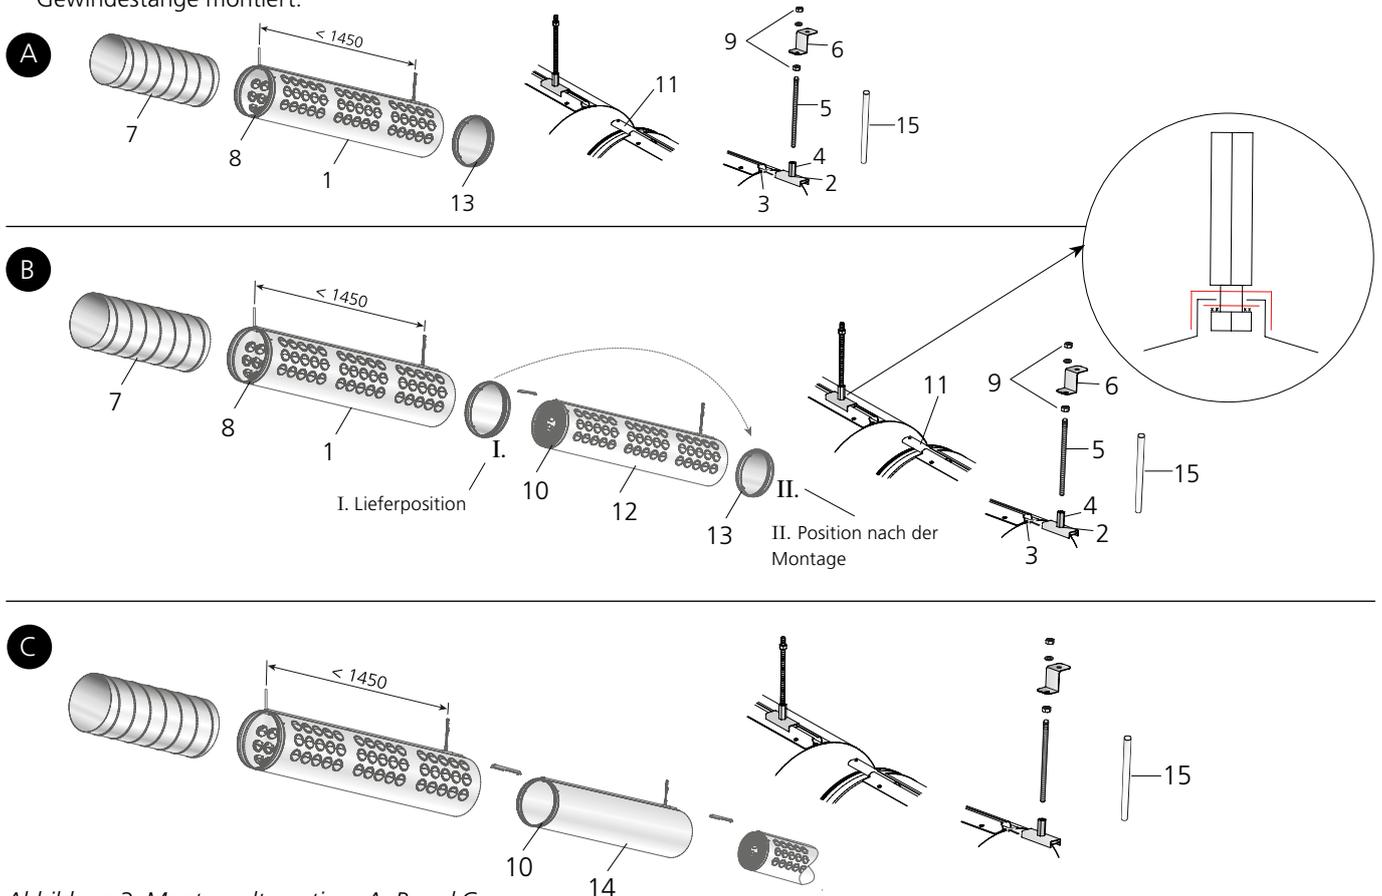

Abbildung 3. Montagealternativen A, B und C.
- Die Montage der inaktiven Kanalsektionen IBIS D (14) erfolgt auf die gleiche Weise wie die der Düsenkanalsektionen. Die beigefügten nippel (8) und Verteilungsnippel (10) sind zu verwenden.
- Der Abschlussdeckel (13) ist bei der Lieferung an der ersten Sektion montiert. Setzen Sie bei Lieferung von IBIS 3000 und IBIS 4500 den Abschlussdeckel auf die letzte Sektion um, Siehe Arbeitsschritt B in Abbildung 3.